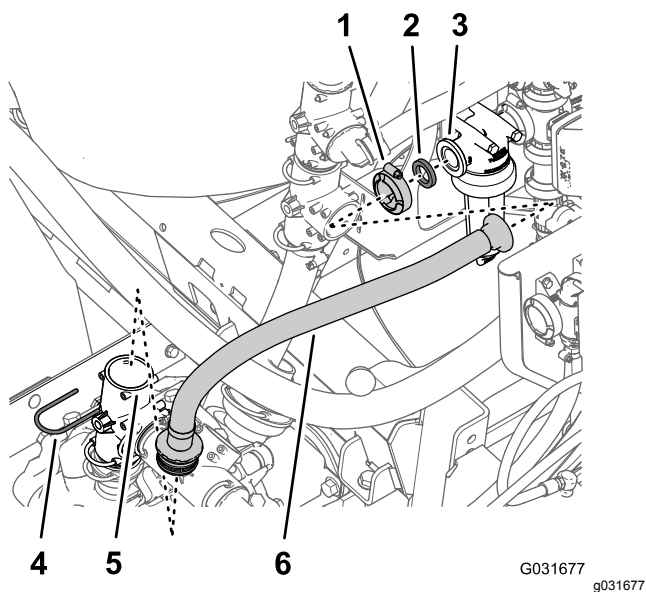

Figura 215
1. Retire la horquilla de retención que sujeta el acoplamiento dentado recto de la manguera de suministro al acoplamiento en T en la bomba del fumigador y retire el acoplamiento recto del acoplamiento en T (Figura 215).
2. Retire la abrazadera para bridas que sujeta la manguera de suministro y la junta a la brida del cabezal del filtro y retire la manguera de la máquina (Figura 215).